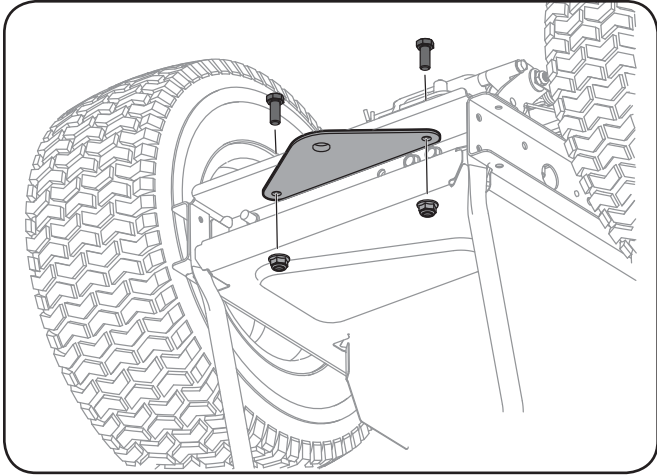

Figure 3-12
1. Enlevez les deux vis représentées dans la Figure 3-12.
1. Retirez le matériel installé en usine plaque d'attelage de montage située sur la plaque d'attelage. Voir la figure 3-12.
2. Positionnez la plaque d'attelage, côté plat vers le haut comme sur la Figure 3-12. Fixez à l'aide de deux boulons et écrous retirés précédemment.